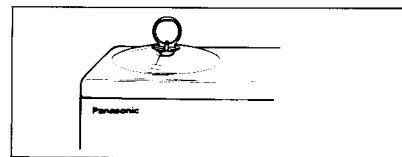

Abb. 2
Siehe Abb. 2. Nach 1 Stunde soll der Temperaturwert 34-39°C betragen.
- 3) Nach Ausführung des Testes im Abschnitt C, muß die Temperatur nach Fortführung des Testes 2 in diesem Abschnitt ungefähr 28° C betragen. Halten Sie das Gehäuse geschlossen und messen Sie nach der selben Methode wie im Abschnitt C, Punkt 3) beschriebene die Temperatur. Siehe Abb. 2. Nach 1 Stunde soll der Temperaturwert ca. 25-31° C betragen.